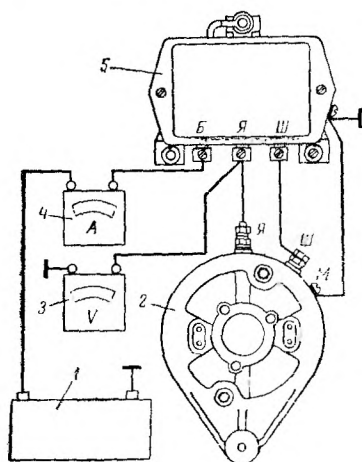

Рис. 133. Схема включения приборов для проверки реле обратного тока:
**Проверка реле обратного тока.** Отъединить провод от зажима Б реле-регулятора и между концом этого провода и зажимом Б включить амперметр 4 (рис. 133). Вольтметр 3 включить между зажимом Я реле-регулятора и массой.